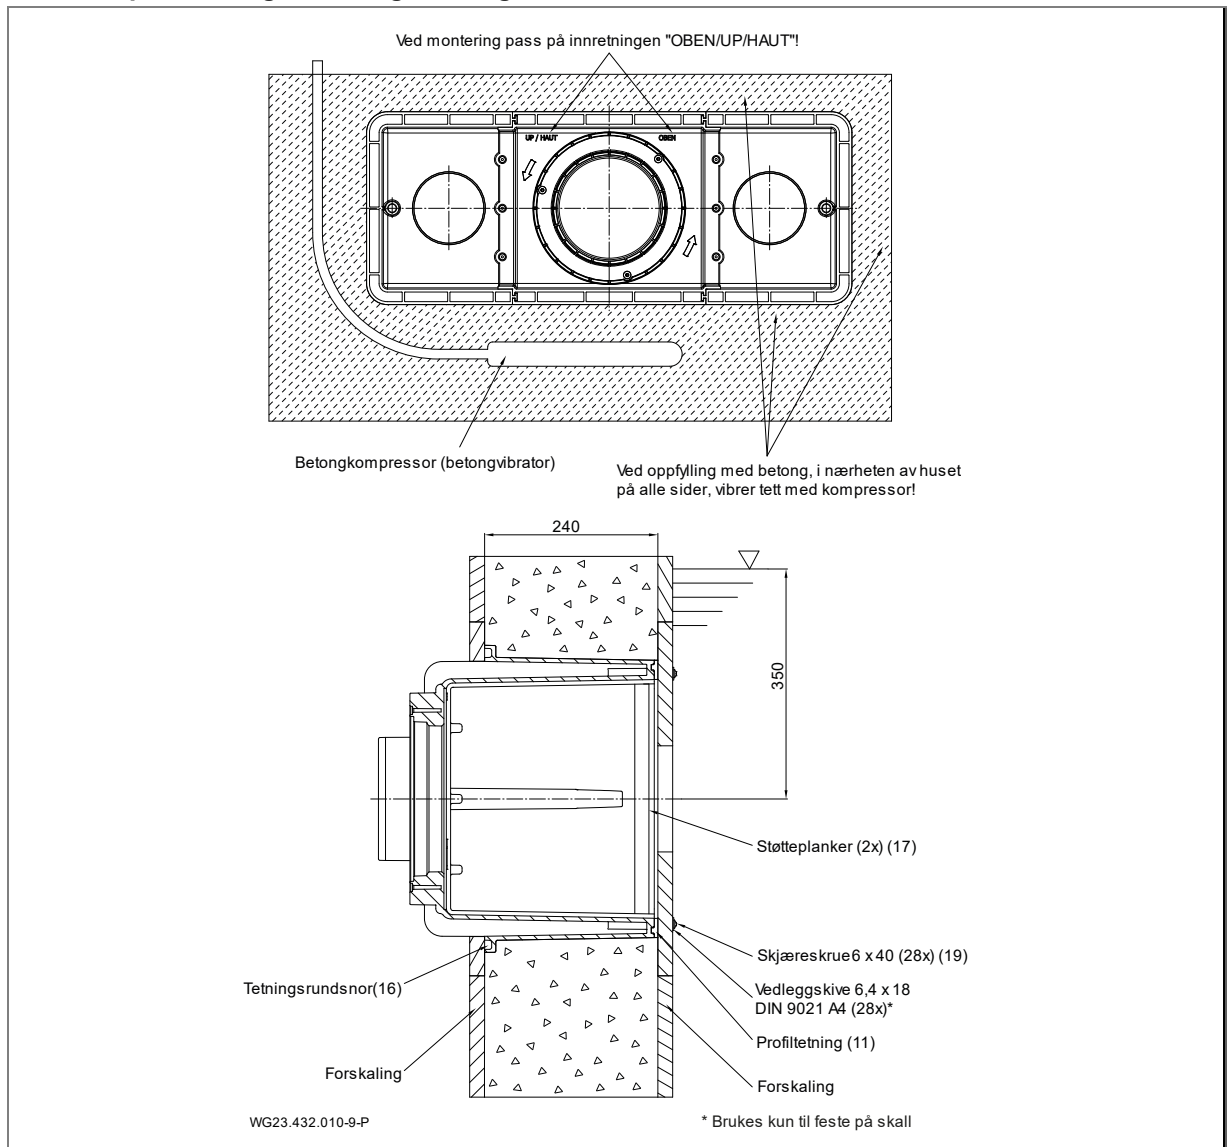

Fig. 6
For tetning av betongveggen anbefales det å opprette en omløpende ring av epoksidharpiks/kvartssand på bassengsidens yttervegg på huset (1). Se "Fig. 6" side 15.